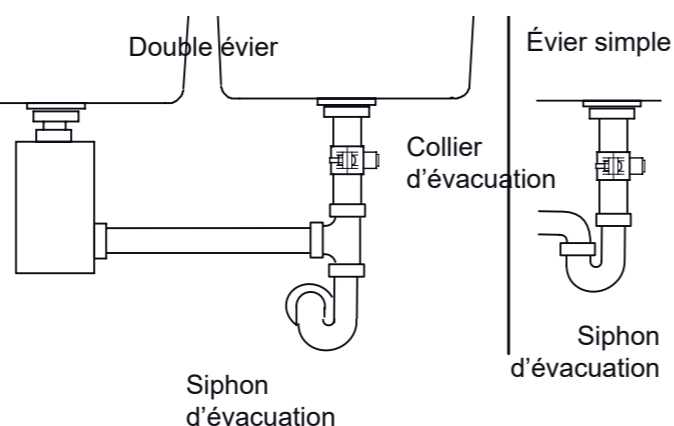

FIG. 6
- **Installer le collier d'évacuation fourni avec votre appareil** (cf Fig. 6 & 7). Celui-ci est à installer dans le cas d'une installation sous évier. Le collier d'évacuation est installé sur le tuyau d'évacuation du robinet au-dessus du siphon. Cf Fig. 6.
Le collier d'évacuation fourni avec l'osmoseur AEG est conçu pour s'adapter à un tuyau d'évacuation de 3.8 cm de diamètre. Dans les étapes qui suivent, vous allez installer le collier d'évacuation au-dessus (en amont) du siphon d'évacuation Cf Fig. 6. Assurez-vous de respecter les exigences locales en matière de plomberie.